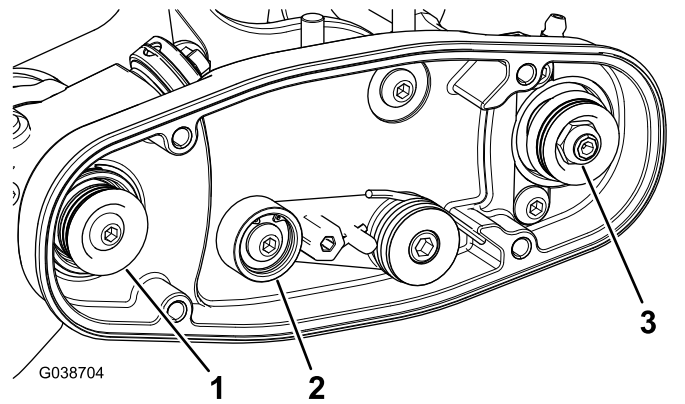
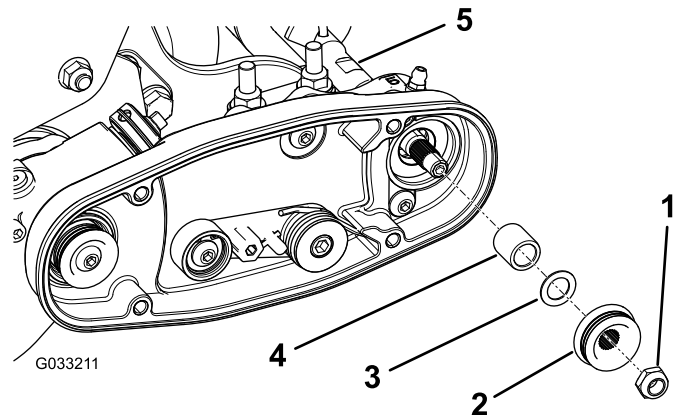

图24
图25
1. 从动皮带轮位于滚筒刷轴可以自由出入 图24。
2. 旋转滚刀会带动驱动皮带轮旋转把皮带从驱动皮带轮上撬下来 图24。
3. 卸下将从动皮带轮固定至刷轴的锁紧螺母 图24 或 图25。
4. 从轴上卸下从动皮带轮 图25。
5. 如果皮带轮需要移出可添加 0.8mm 厚的垫圈 图25。
6. 如 图25 所示安装皮带轮。